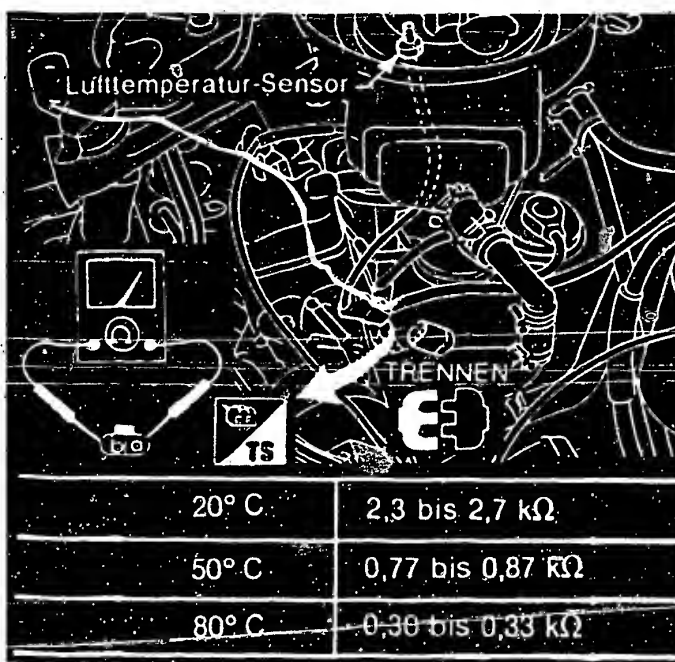

Bild 30 Ausmessen der Widerstände am Kühlmittel-Tempersensor.
- Wenn sich am Steuergerät die Eingangsspannung zwischen Anschluss 13 und Masse während dem Warmlaufen nicht von 5,0 auf 0V bewegt, ist der Widerstand des Temperatursensors auszumessen (Bild 30).